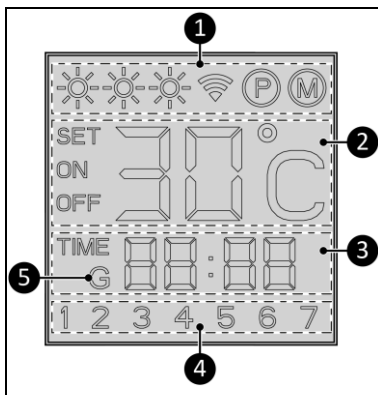

Figure 5
Indication d'état (figure 5, pos. 1) :
Indication de température (figure 5, pos. 2) :
Indication d'heure (figure 5, pos. 3) :
Indication de jour (figure 5, pos. 4) :
Indication Wi-Fi (figure 5, pos. 5) :